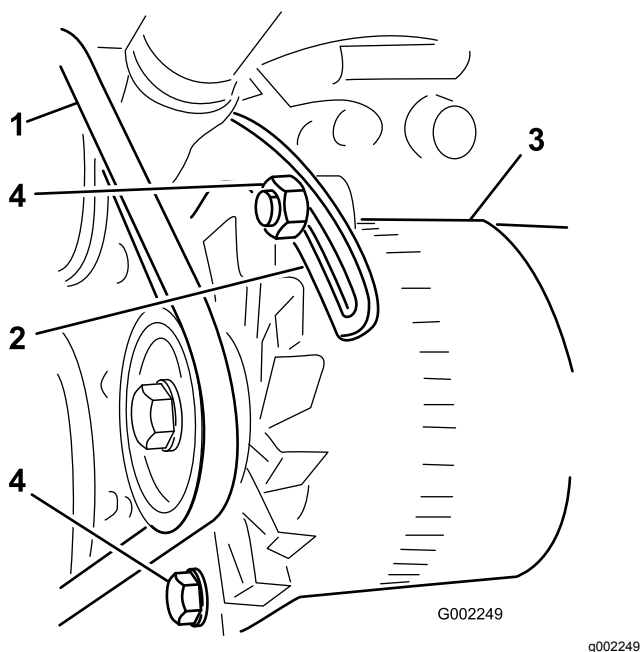

図 69
3. プレースをエンジンに固定しているボルト、およびオルタネータをプレースに固定しているボルトをゆるめる (図 69)。